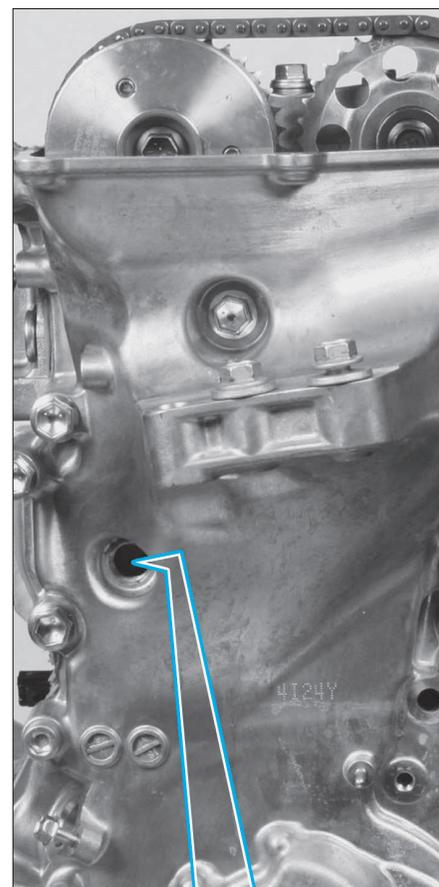

FIG. 65
- Déposer le bouchon de visite (Fig.65).